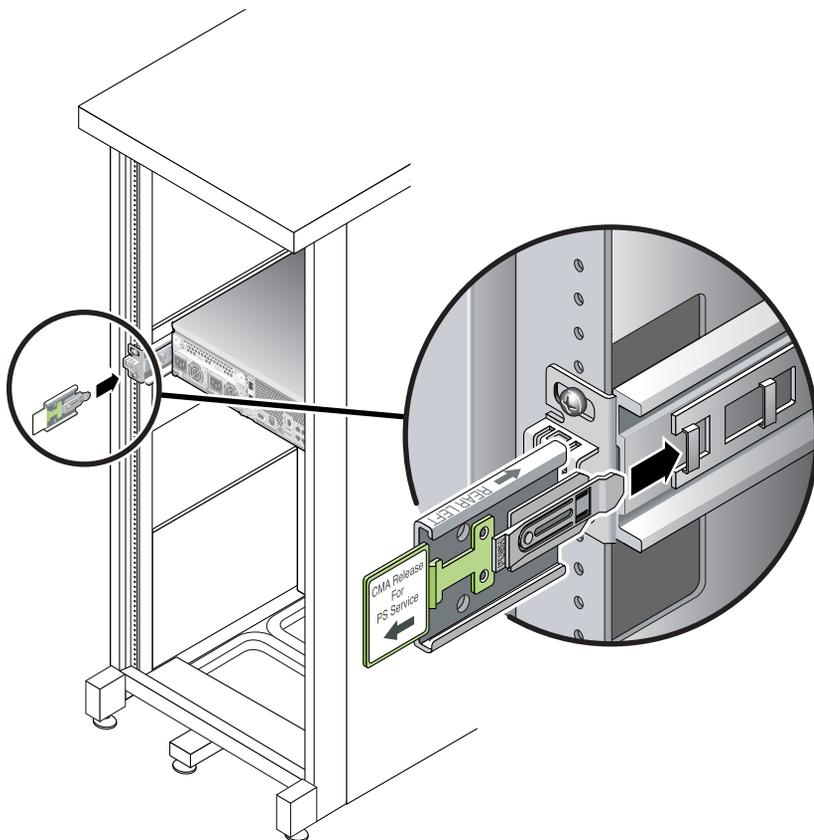

FIGURE 2-18 Insertion de l'extension du rail CMA à l'arrière du rail coulissant de gauche
1. À l'arrière du rack, encastrez l'extension du rail CMA sur l'extrémité de l'ensemble de rail coulissant gauche (FIGURE 2-18).